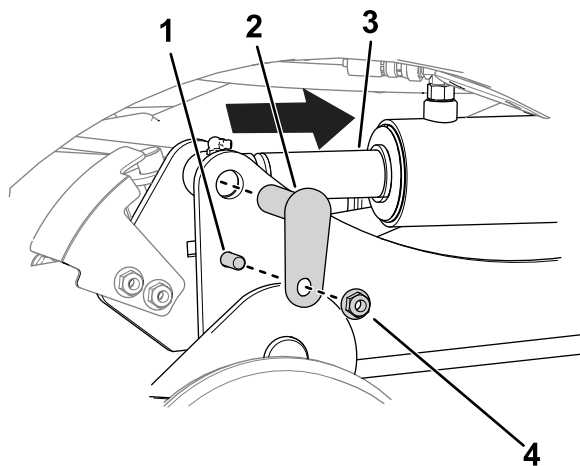

図 7
- ポンチを使って、シリンダロッドの穴と昇降アームの穴を揃える 図 7。
- ボルト $\frac{3}{8}$ " x $1\frac{1}{4}$ "2本、ナット $\frac{3}{8}$ "2個、小さいピン 2 本を使用して、昇降アームをシリンダに固定する 図 7。